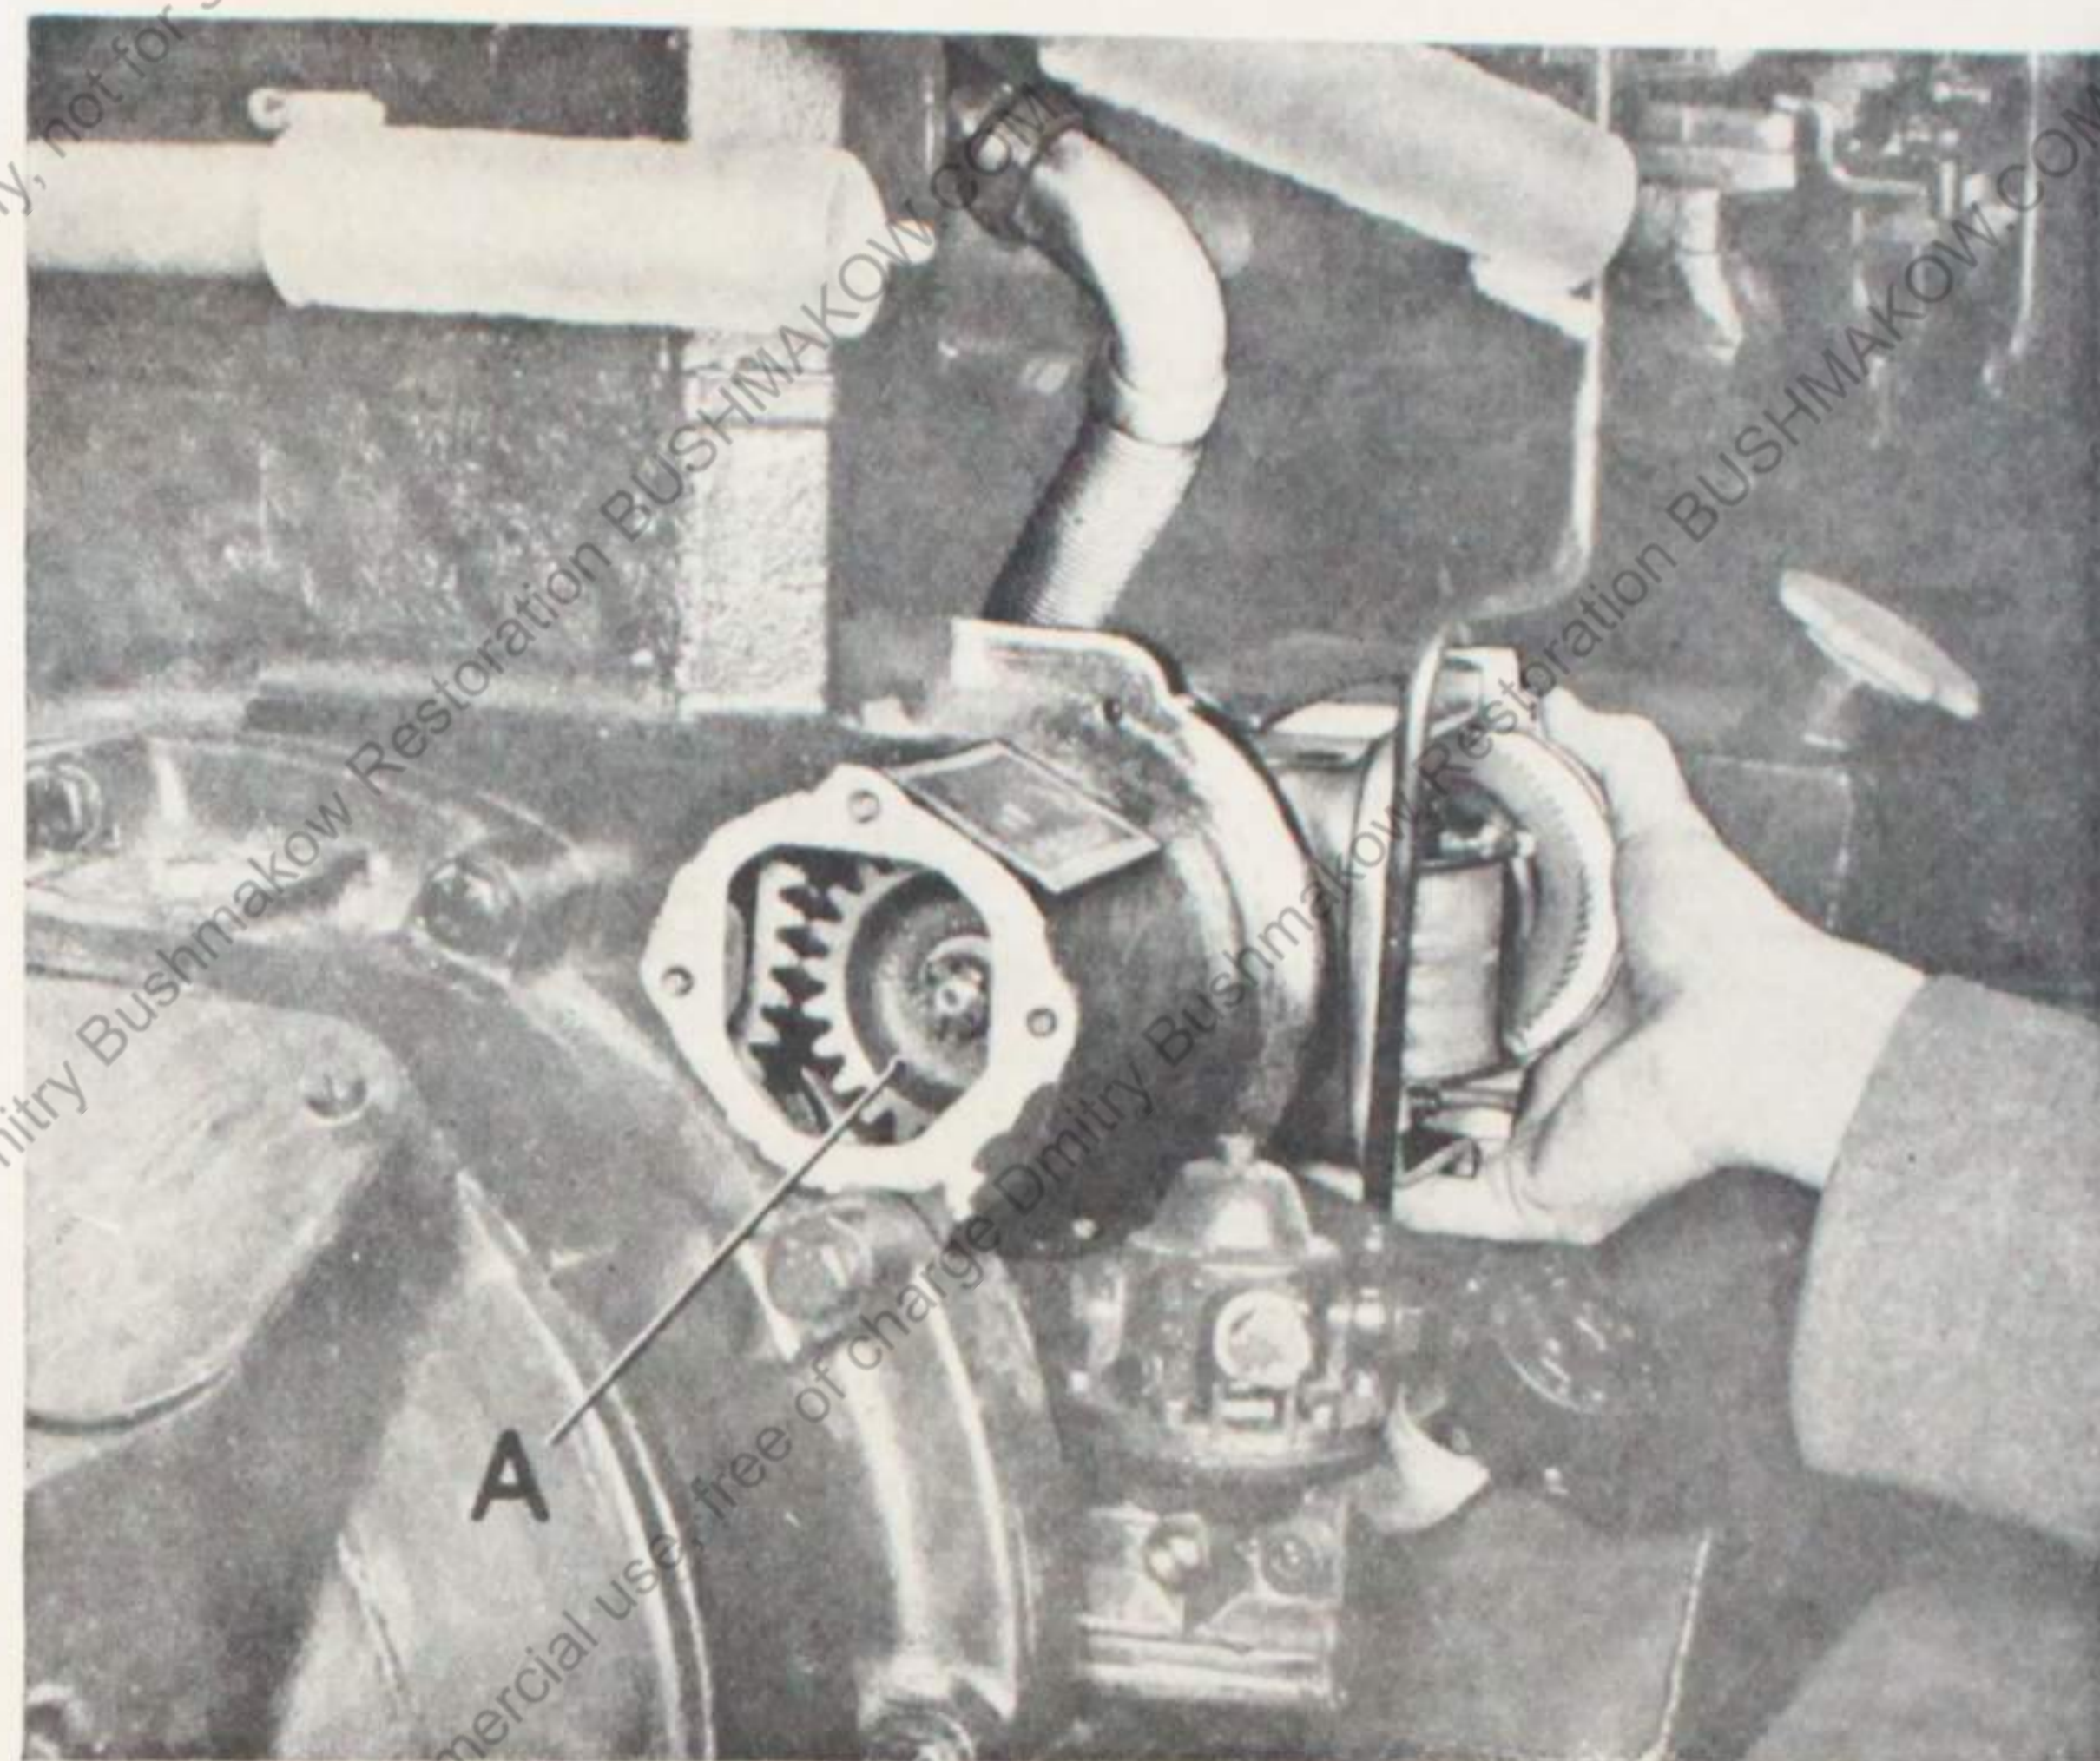

Bild 75
6. Magnetz nder einbauen (siehe auch Bild 75), Befestigungsschrauben (erst oben!) einschrauben, jedoch noch nicht festziehen. Holzkeil entfernen
12. Deckel wieder aufsetzen (Bild 75).